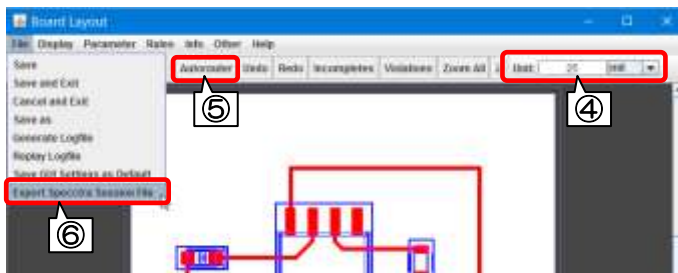
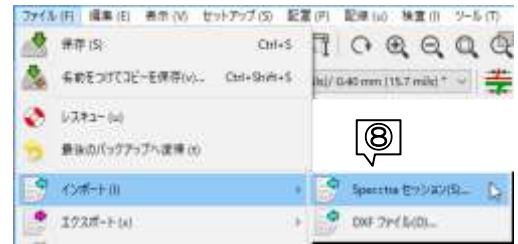

図 A-7
図 A-8
- ④ Freeroute：ツールバーの Unit 欄を 25 mil に設定します。図 A-7
- ⑤ Freeroute：ツールバー[Autoruter]をクリックします。
- ⑥ Freeroute：自動配線終了後、メニューバー「File」→「Export Specctra…」と進みます。
- ⑦ Freeroute：確認ダイアログが開くので[はい]をクリックします。
- ⑧ KiCad：「ファイル」→「インポート」→「Specctra セッション」→ ses ファイルを読み込みます。図 A-8